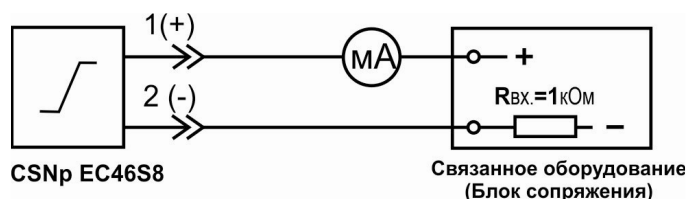

Рис.1
- 7.7.2. Подключить миллиамперметр (мультиметр в режиме миллиамперметра) в соответствии с рис.1.